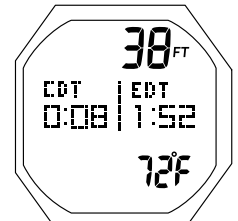

Fig. 147A - ÉCRAN PRINCIPAL PLONGÉE TECH FREE (minuteur de compte à rebours en service)
**ÉCRAN PRINCIPAL PLONGÉE TECH FREE : paramètres affichés (Fig. 147A/B/C)**